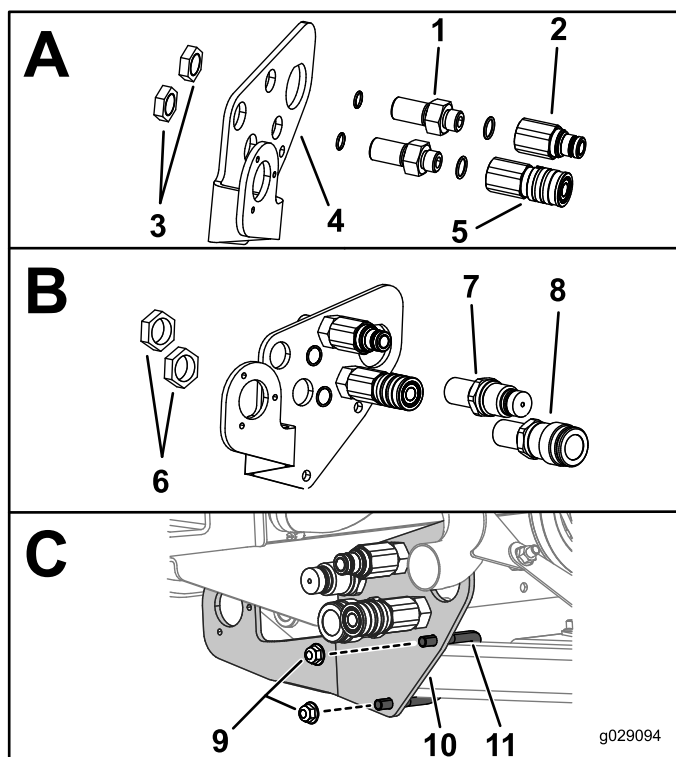

Figura 17
1. Instale as uniões na placa do anteparo como se mostra na Figura 17.
2. Prenda sem apertar a placa do anteparo à estrutura com uma cavilha em U e duas porcas flangeadas (3/8 pol.), como se mostra na Caixa C da Figura 17.